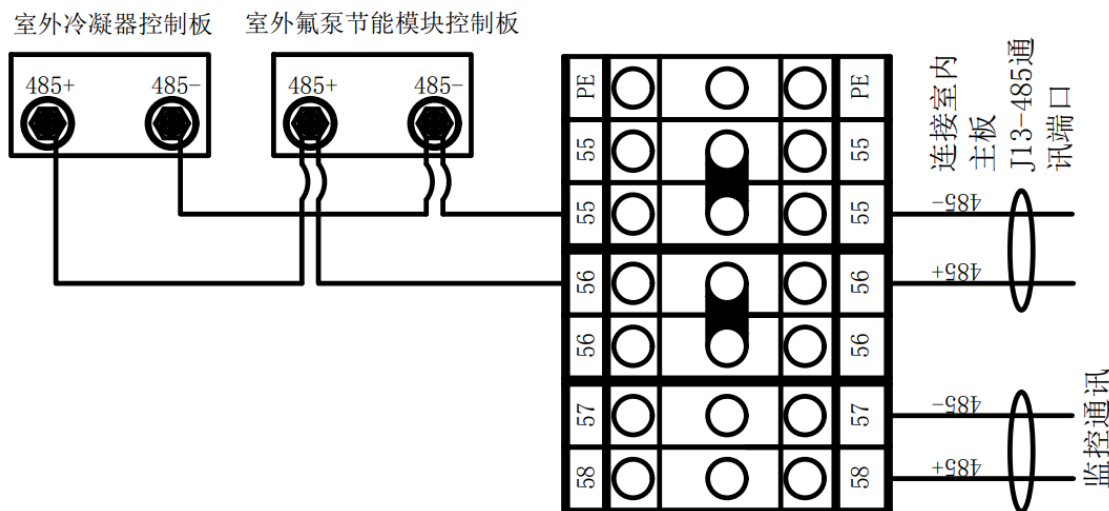

图3-10 房级氟泵自然冷空调 RS485 通讯线的连接方式
房级氟泵自然冷空调的室内机、室外机和氟泵节能模块运行均通过 RS485 通讯的方式实现控制，具体的通讯线的连接方式如图 3-10 所示。
3. 如果出现通讯故障, 可按照图 3-10 的接线方法检查是否存在接线不正确或者线缆松动。
房级氟泵自然冷空调的室内机与室外机之间需要连接 RS485 控制线，具体的连线方法可以参见图 3-10。